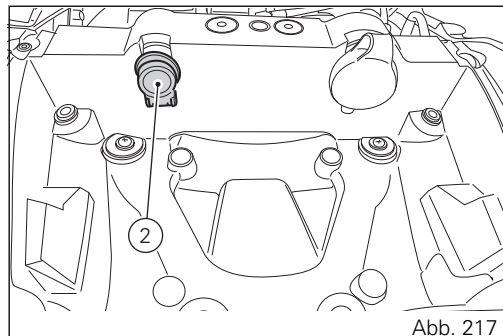

Abb. 217
- Stromanschluss (2, Abb. 217)